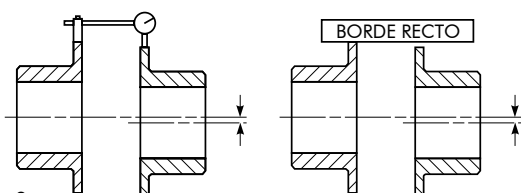

Figura 3
- E. **Compensación paralela** – Monte el comparador mecánico sobre un cubo o eje para leer el diámetro exterior de la otra brida del cubo como se muestra en la Figura 3. Compense por la holgura debido a la instalación del comparador. Gire ambos ejes al mismo tiempo. Ajuste el equipo colocando una cuña y/o moviéndolo a fin de que la lectura del comparador esté dentro de 0.002" por pulgada de la longitud axial entre los elementos flexibles. Vea la Tabla 1.